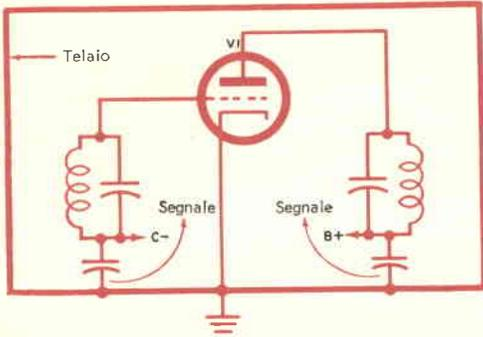

Fig. 7 - I condensatori di disaccoppiamento devono essere posti a massa in uno stesso punto per ottenere il miglior risultato sulle frequenze elevate.
**Le masse sul telaio** - A frequenze di 30 MHz e meno, le dimensioni dei telai sono di solito una frazione di lunghezza d'onda e possono quindi essere considerate come un riferimento fisso. Oltre 30 MHz, invece, il telaio costituisce essenzialmente un foglio conduttore sul quale appaiono punti di massima corrente e massima tensione. Nel circuito di *fig. 7* le correnti di massa della griglia e della placca passano attraverso il telaio per andare al catodo dello stadio. Di solito è opportuno separare queste correnti di massa dal telaio facendo ritornare tutti i fili al catodo o ad un conduttore nudo di massa. In ogni caso si devono tenere i fili corti il più possibile in modo da prevenire interaccoppiamenti ed effetti indesiderati di controreazione. ★